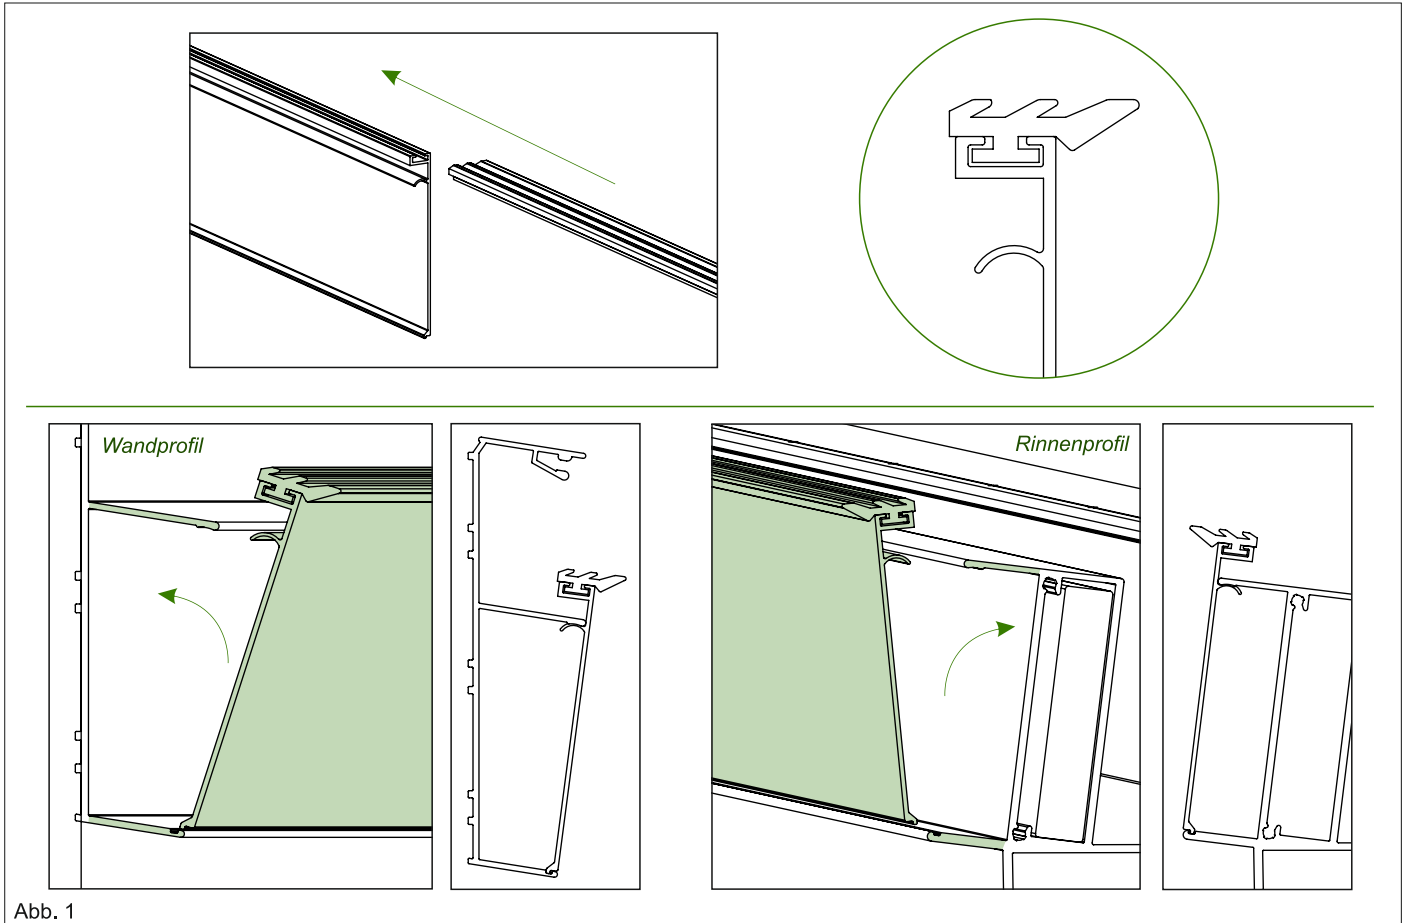

Abb. 1
1. Führen Sie die Gummidichtungen durch die dafür vorgesehene Aussparung oben in der Klickplatte. Achten Sie darauf, dass die lange Seite der Gummidichtung Richtung Außenseite der Klickplatte zeigt. Bringen Sie nun die Klickplatten an. Beginnen Sie immer an einem Randsparran an und setzen Sie an dem Wandprofil und an die Rinne die beiden Klickplatten an. Hierfür stecken Sie das untere Ende der Platte in die dafür vorgesehene Nut in dem Wand/Rinnenprofil und schieben Sie die Platte bis diese einrastet ein. Die Klickplatten dienen als Abstandhalter zwischen den Sparren. Somit haben Sie den korrekten Abstand. Lassen Sie zwischen den Klickplatten und Sparren ca. 1 mm Abstand. Siehe Abb. 1.